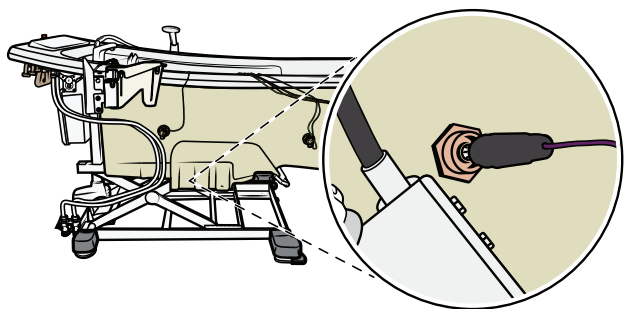

Figure 68
9. Raccordez le connecteur banane au capteur de niveau au fond de la baignoire. Voir Figure 68.